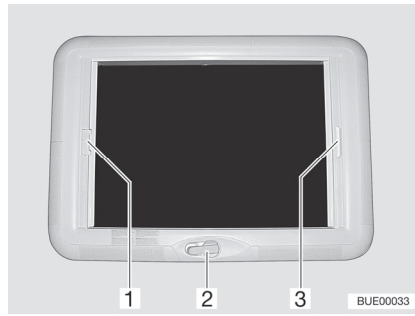

Fig. 21 Claraboya de manivela
- Girar la manivela (Fig. 21,2) hasta que se note resistencia.
- Tirar del tirador (Fig. 21,3) del estor plegable en dirección de la flecha y soltarlo en la posición deseada. El estor plegable se queda fijo en esta posición.
- Tirar del asidero (Fig. 21,1) de la mosquitera enrollable en la dirección de la flecha hacia el asidero opuesto del estor plegable (Fig. 21,3) y hacerlo engatillar.
- Presionar el tirador de la mosquitera enrollable (Fig. 21,1) por la parte de atrás hacia arriba y desengancharla del estor plegable (Fig. 21,3).